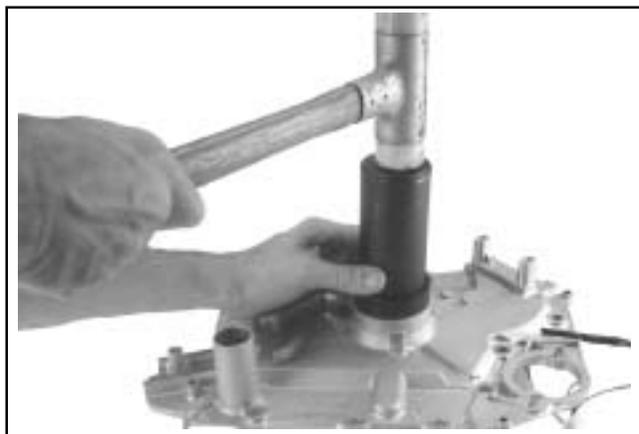

Figura 10-28. Installazione del paraolio lato volano.
1. Lubrificare il diametro esterno ed il labbro del paraolio lato volano. Sorreggere la piastra di chiusura ed installare il paraolio. Utilizzando un apposito attrezzo, inserire il paraolio ad una profondità di **5 mm (0.196 in.)** nel foro. Vedere Figura 10-28.